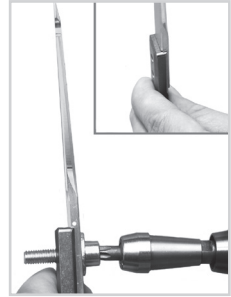

Abb. 5
- 3 Entfernen Sie Unterlegscheibe und Schraube wieder (Abb. 5).